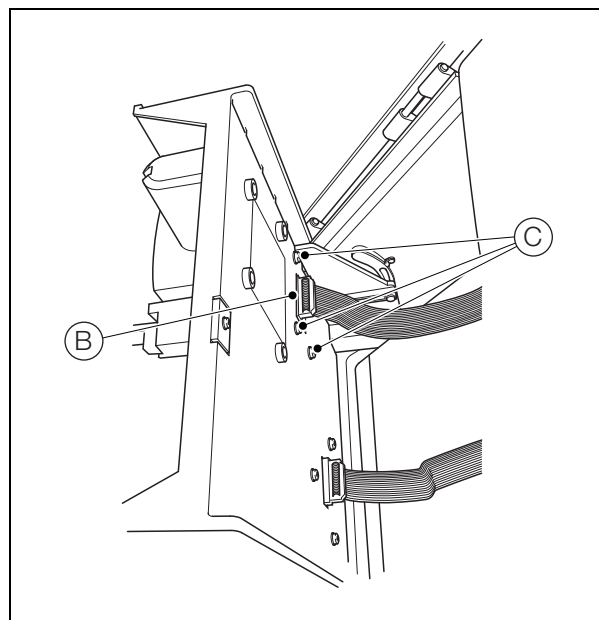

Fig. 13.9 Retirar o conjunto da célula de medição
2. Tendo por referência a Fig. 13.9:
- a. Desligue o cabo de fita da célula de medição (B) do conector na parte de trás da célula de medição.
- b. Retire os quatro parafusos M4 (C) e retire o conjunto da célula de medição.
14. Tendo por referência a Fig. 13.9:
- a. Localize o conjunto de célula de medição na placa posterior da secção analítica e prenda com os quatro parafusos M4 (C).
- b. Ligue novamente o cabo de fita (B) da célula de medição.